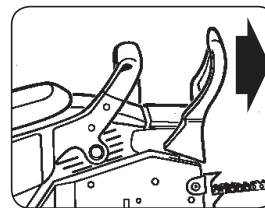

Abb. 5B
2. Die Kettenbremse ist eingekuppelt (Kette ist arretiert), wenn der Bremshebel nach vorne gezogen ist. Die Kette sollte sich dann nicht bewegen lassen (Abb. 5B).